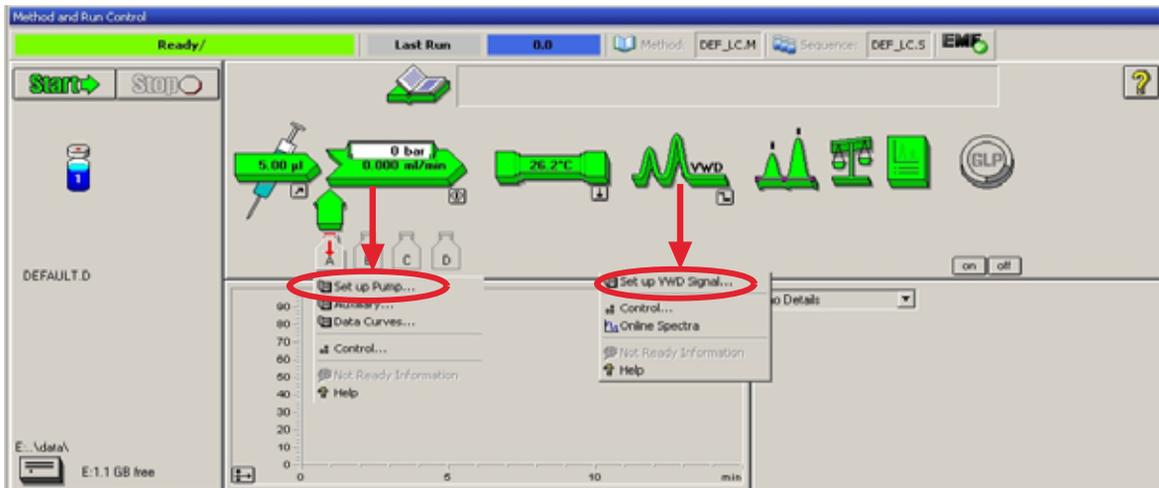
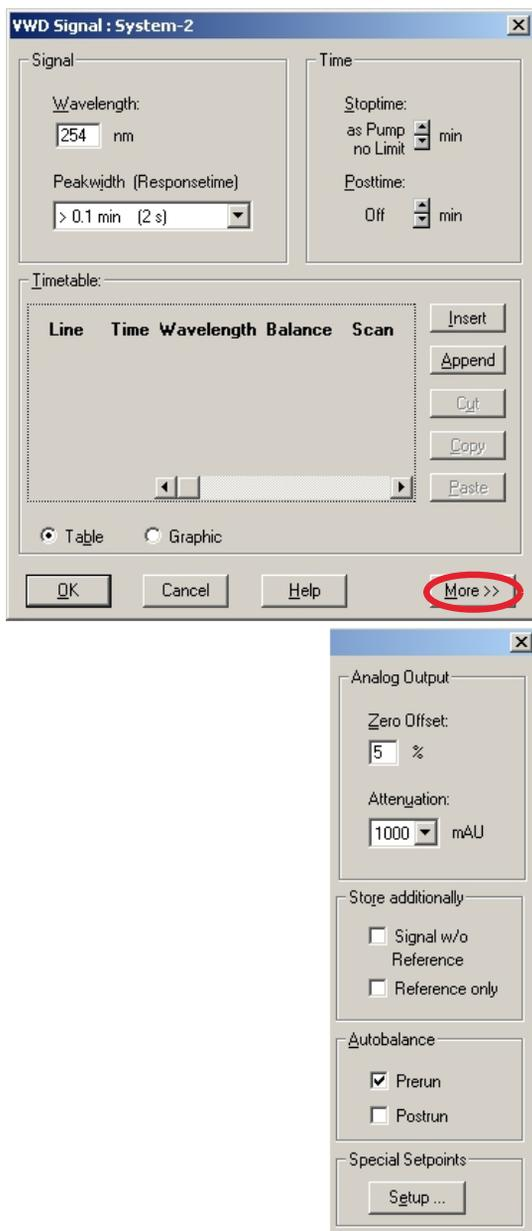

Figure 14 Ouverture du menu du module
Figure 15 Paramètres du détecteur (par défaut)
- 9 Cliquez sur les icônes de module (Figure 14, page 49) et ouvrez le menu **Setup** (Configuration) de chaque module. La Figure 15, page 50 montre les paramètres du détecteur (ne les modifiez pas à ce stade).